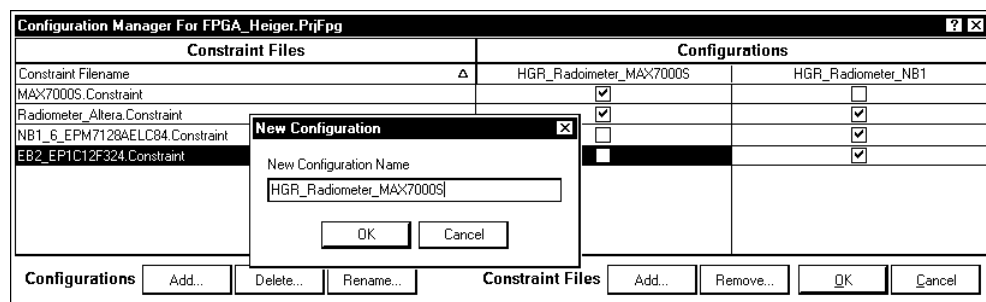

Рис. 7.11. Окно настройки конфигураций FPGA-проекта
1. Активизировать команду главного меню программы **Project | Configuration Manager**. Откроется диалоговое окно **Configuration Manager For <имя проекта>** (рис. 7.11).
2. Щелчком на кнопке **Add** (Добавить) против надписи **Configurations** активизировать образование новой конфигурации. Откроется диалоговое окно назначения имени новой конфигурации (поверх основного окна на рис. 7.11).